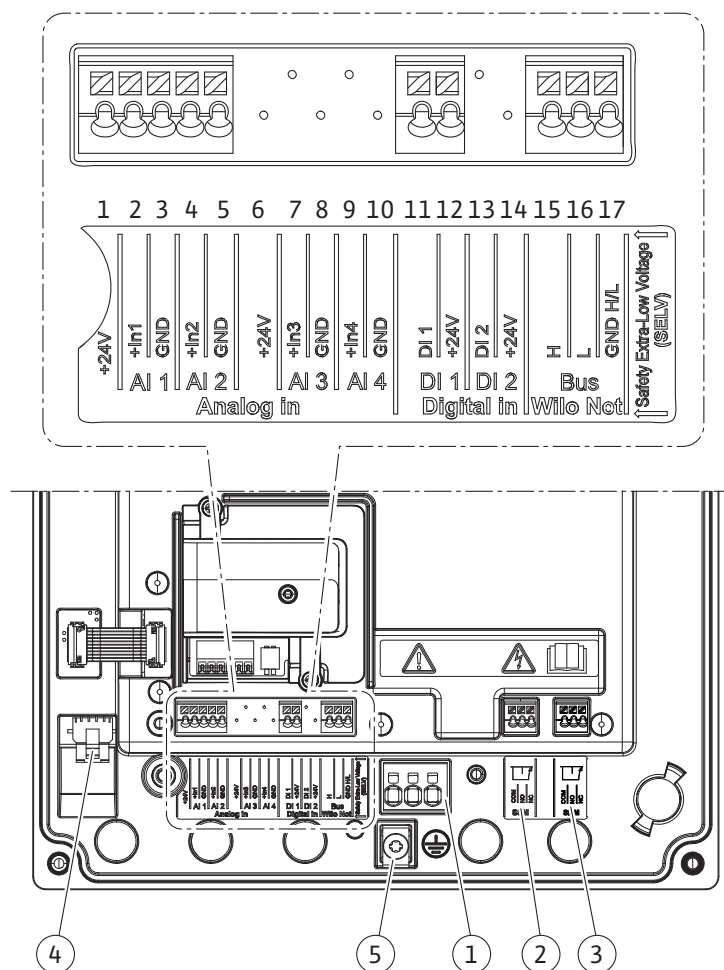
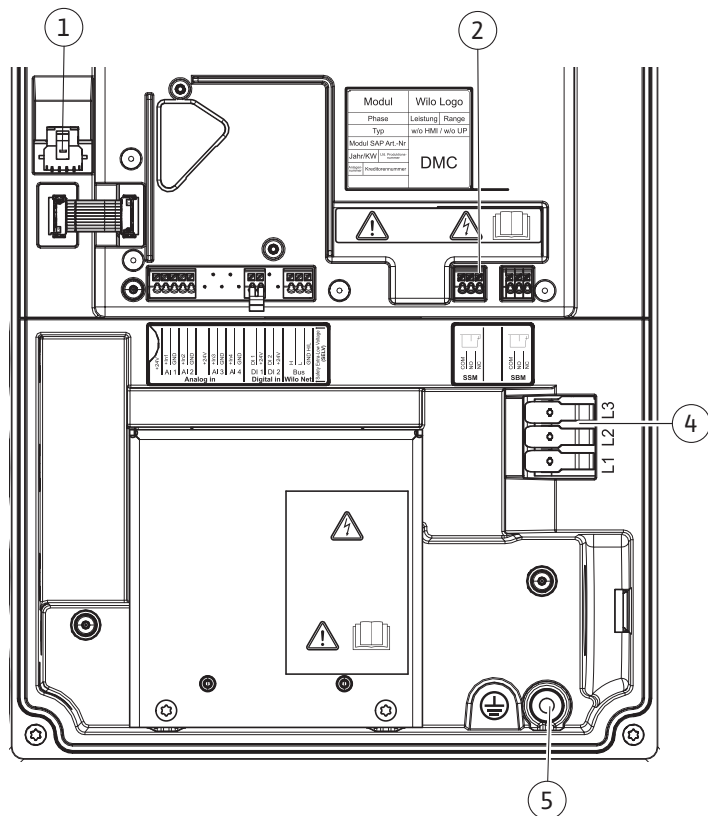

Fig. 25: Aperçu des bornes dans le module (0,37 kW ... 7,5 kW)
Fig. 26: Aperçu des bornes dans le module (11 kW ... 22 kW)
Alimentation réseau Fig. 25, pos. 1 Fig. 26, pos. 4
Vis de mise à la terre Fig. 25 et 26, pos. 5